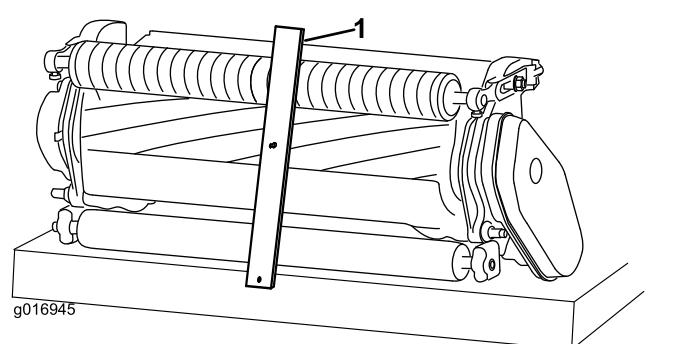

图19
3. 将螺丝头钩在底刀的刀刃上并将调刀尺的后端放到后滚筒上 图19。